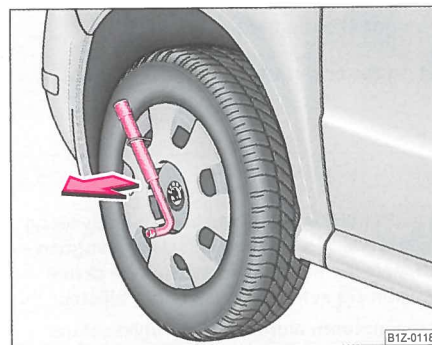

Fig. 157 Afmontering af hjulkapsel
- Skyd hjulnøglen gennem bøjlen, støt nøglen på dækkene og træk kapslen af ⇒ fig. 157.